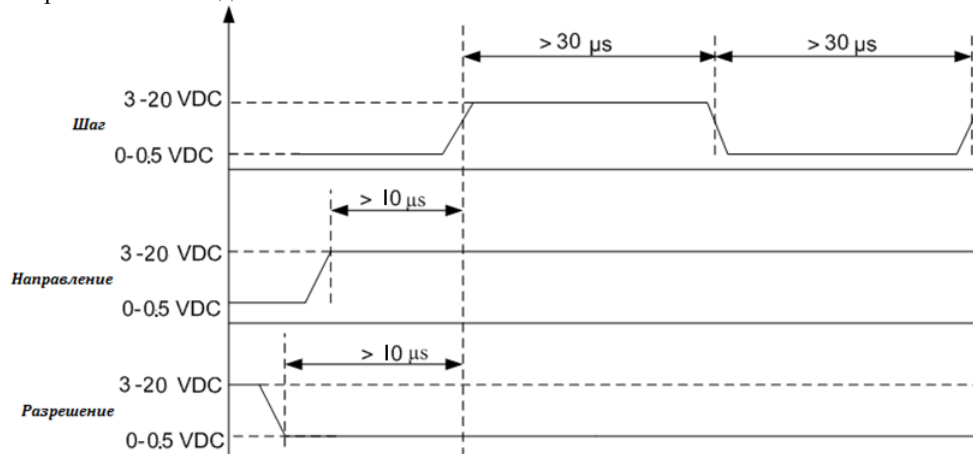

Рис. 3. Осциллограммы управляющих сигналов.
8. Для управления шаговым двигателем посылайте требуемые логические сигналы «ШАГ» (вход PUL+/PUL-), «НАПРАВЛЕНИЕ» (вход DIR+/DIR-), «РАЗРЕШЕНИЕ» (вход EN+/EN-) в соответствии с осциллограммой на рис. 3 на нужные оси. Поворот вала на один шаг или часть шага осуществляется по фронту сигнала «ШАГ». Изменение направления вращения осуществляется изменением уровня сигнала «НАПРАВЛЕНИЕ». Отключение обмоток двигателя осуществляется по фронту высокого напряжения на входе «РАЗРЕШЕНИЕ».